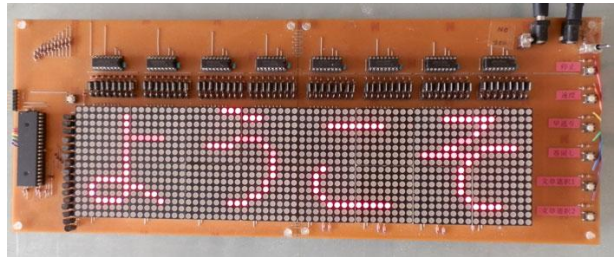

図7 電光掲示板
- (2) 課題研究を通じてC言語を用いた電光掲示板の研究 (図7)